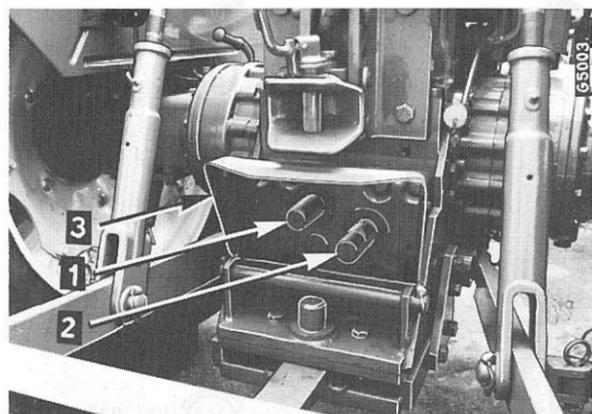

Fig. 24
ATTENTION: On ne peut accoupler à un arbre de prise de force prévu pour tourner à grande vitesse (1000 tr/mn) (1) Fig. 24, que des outils conçus pour fonctionner à ce régime de rotation. Si l'on accouple à une prise de force tournant à grande vitesse (1000 tr/mn) des outils conçus pour fonctionner à 540 tr/mn le matériel risque d'être endommagé, car l'outil fonctionnera en survitesse, ce qui est dangereux.
Lorsque vous ne les utilisez pas, recouvrez les arbres de prise de force à l'aide des chapeaux de protection (1 et 2) Fig. 24.